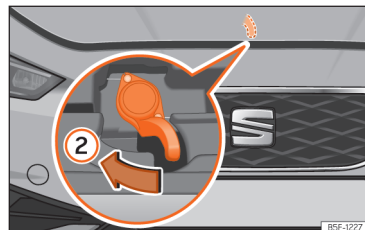

Fig. 224 Palanca bajo el capó.
- Para levantar el capó haga presión hacia la izquierda con la palma de la mano hacia abajo en la palanca situada debajo del capó, en el centro » » » **fig. 224 ②**. Los ganchos de sujeción quedan desbloqueados.